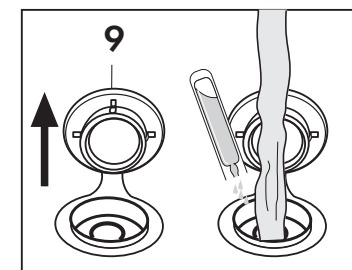

Fig. 23
- Verser un flacon de 10 ml dans la chaudière) avec 0,5 l d'eau après avoir retiré le bouchon (9) (**Fig. 23**) et utiliser l'appareil normalement.